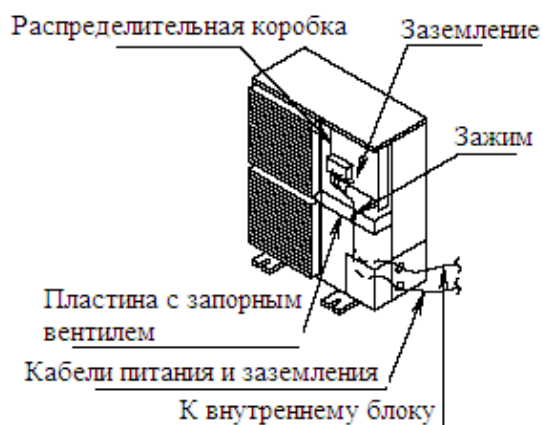

Рис. 7
- Закрепите кабели, как показано на Рис. 7, чтобы исключить их контакт с трубопроводами (это в особенности относится к трубопроводу высокого давления).